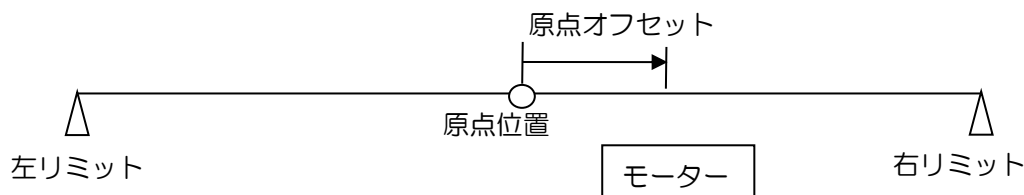

図 5.7.3
(3) CiA 402 原点復帰モード
この方法は、上記の原点復帰モード (4) にのみ適用できます。「Home Offset」がゼロ以外の値に設定されている場合、ドライバーは、図 5.7.3 に示すように、元の状態で見つかった原点位置を「Home Offset」の値に設定します。「Home Offset」が正の場合、調整された原点は、元の状態で見つかった原点位置の左側にあります。一方、負の場合、調整された原点は、元の状態で見つかった原点位置の右側にあります。